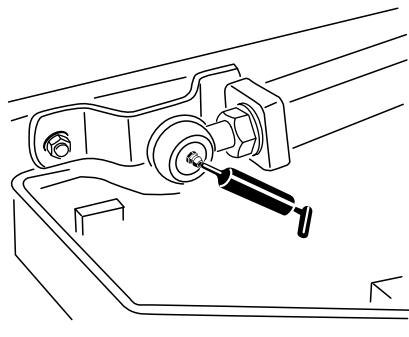

Figura 83
- Duas rótulas do braço de elevação (Figura 83)